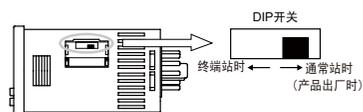

图2
(3) 将DIP开关移到环保型功率表侧, 可作为一个终端站(图2)。